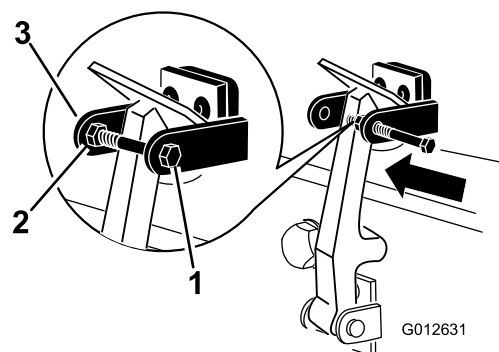

**Figura 7**
7. Enganche el cierre en el cerradero del capó (Figura 7).